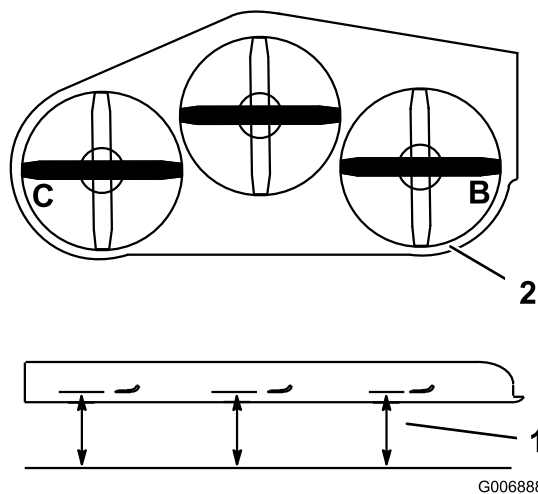

Figura 104
1. Coloque la cuchilla **derecha** en posición lateral (Figura 104).
2. Mida la cuchilla derecha en la posición **B** desde una superficie nivelada hasta el filo de corte del extremo de la cuchilla (Figura 104).
4. Coloque la cuchilla izquierda en posición lateral (Figura 104).
5. Mida la cuchilla izquierda en la posición **C** (Figura 104) desde una superficie nivelada hasta el filo de corte del extremo de la cuchilla.